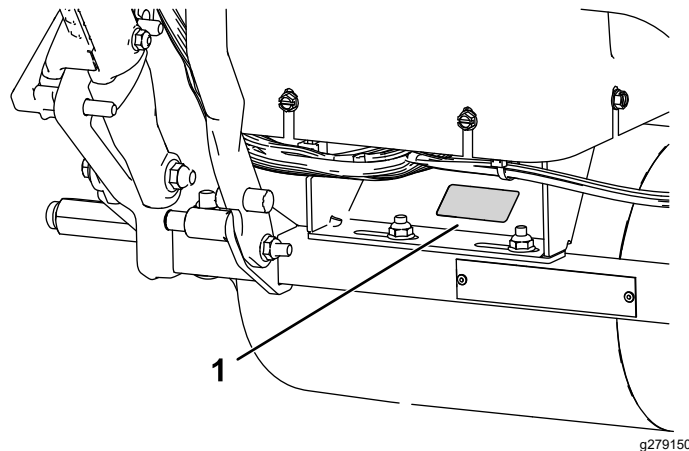

図 13
**重要** Toro DIAG からモデル番号とシリアル番号を入力するように求められたら、機体フレームにある番号ではなく、バッテリープラットフォームに付いている番号を入力する 図 13。